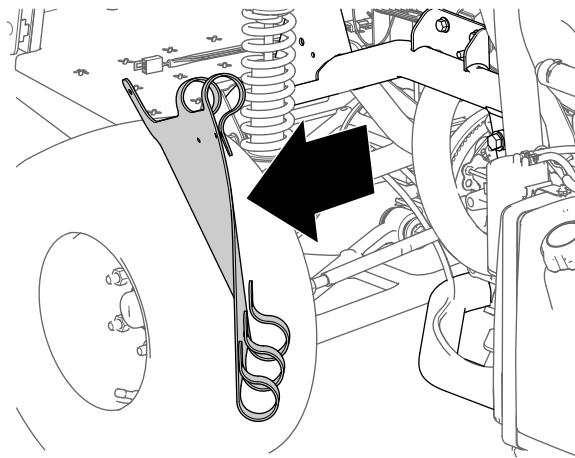

Рисунок 11
5. Снимите внутренний кожух крыла с машины (Рисунок 11).